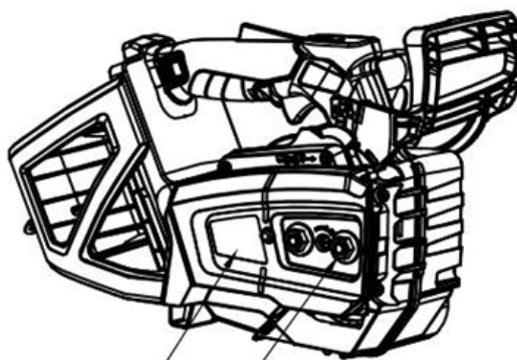

Fig 5
1. Afloje las dos tuercas de la cubierta del piñón (A) (Fig. 5).
2. Retire la cubierta del piñón (B) (Fig. 5).